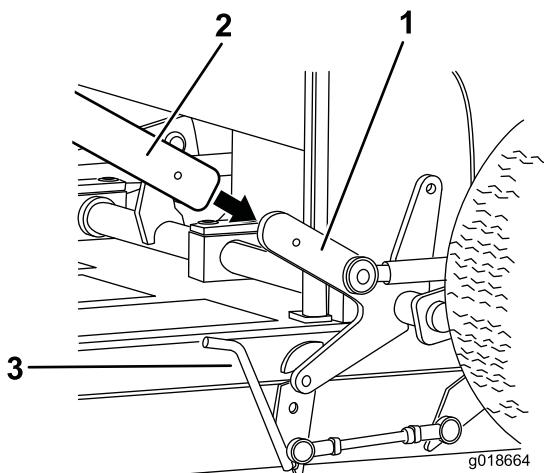

Рисунок 9
1. Очистите поверхность вокруг крышки топливного бака и снимите крышку с бака (Рисунок 9). Заполните топливный бак неэтилированным (минимальное октановое число 87) бензином до
B. Наденьте штангу на лапку с левой стороны узла подъемного рычага и закрепите ее шплинтом (Рисунок 9).